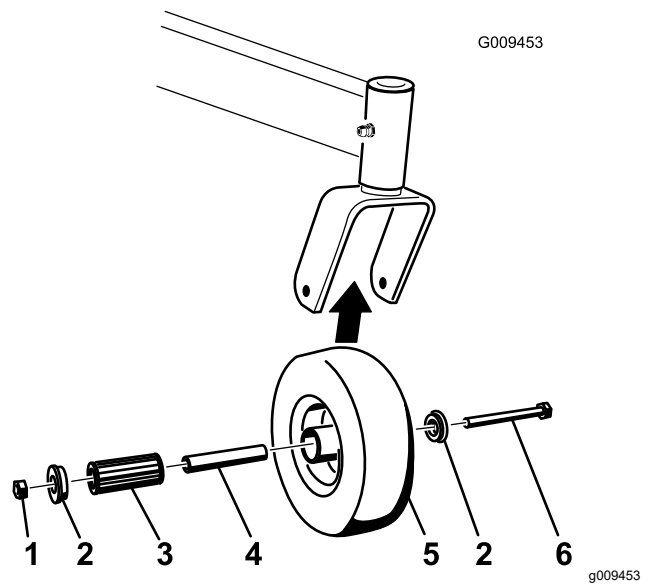

Figure 68
1. Enlevez le contre-écrou et le boulon qui fixe la roue pivotante à la fourche (Figure 68).
2. Enlevez une bague, puis sortez la douille pour clé et le roulement à rouleaux du moyeu de roue (Figure 68).
3. Enlevez l'autre bague du moyeu, puis nettoyez la graisse et les saletés éventuellement présentes dans le moyeu (Figure 68).
Remarque: Remplacez les pièces endommagées ou usées (Figure 68).
5. Placez une bague dans le moyeu (Figure 68).
6. Lubrifiez le roulement à rouleaux et la douille pour clé, et insérez-les dans le moyeu (Figure 68).
7. Mettez la deuxième bague dans le moyeu (Figure 68).
8. Fixez la roue pivotante dans la fourche à l'aide du boulon et du contre-écrou (Figure 68).
9. Serrez le contre-écrou jusqu'à ce que la base de la douille pour clé soit en appui contre l'intérieur de la fourche (Figure 68).